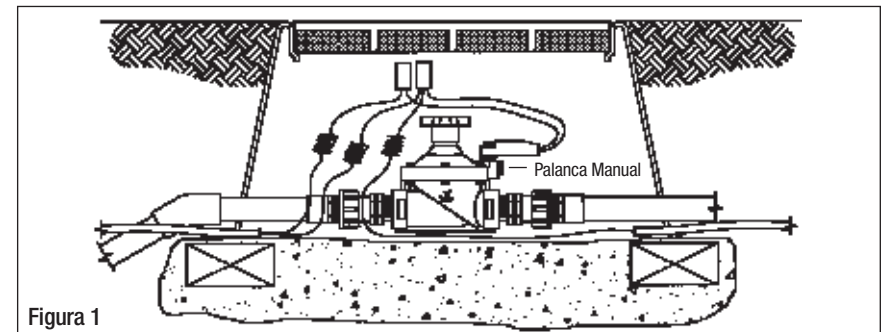

Figura 1
La versión recomendada es la opción A, una pieza completa de válvula incluyendo el actuador solenoide LEMA con una válvula de plástico en línea (de globo), de tamaños 3/4" a 2", vea Figura 1.
- 5.2 Instale válvulas serie 150S-xxx con el actuador solenoide de acuerdo con las especificaciones estándar de instalación de las válvulas (vea la Figura 1 y, para mayor detalle, vea la página 12).
- 5.3 Empalme los alambres del actuador solenoide y conecte el alambre subterráneo de color directo de entrada al alambre rojo del actuador solenoide, utilizando un conector de empalme en seco a prueba de agua. Enrolle el alambre común blanco de entrada al alambre blanco del actuador solenoide, utilizando conectores de empalme en seco a prueba de agua. Deje los alambres ligeramente flojos a cada lado para poder realizar reparaciones de manera sencilla, de ser necesario. Vea la Figura 1 en la página 3 y el detalle en la página 10.